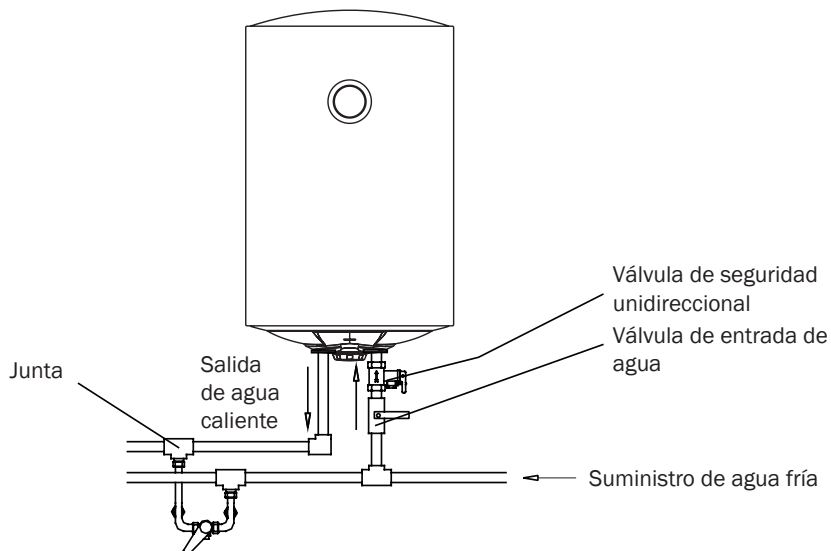

Fig. 4
- Si los usuarios desean realizar un sistema de suministro de agua múltiple, la forma de hacerlo se muestra en la fig.4 con las conexiones de las tuberías.